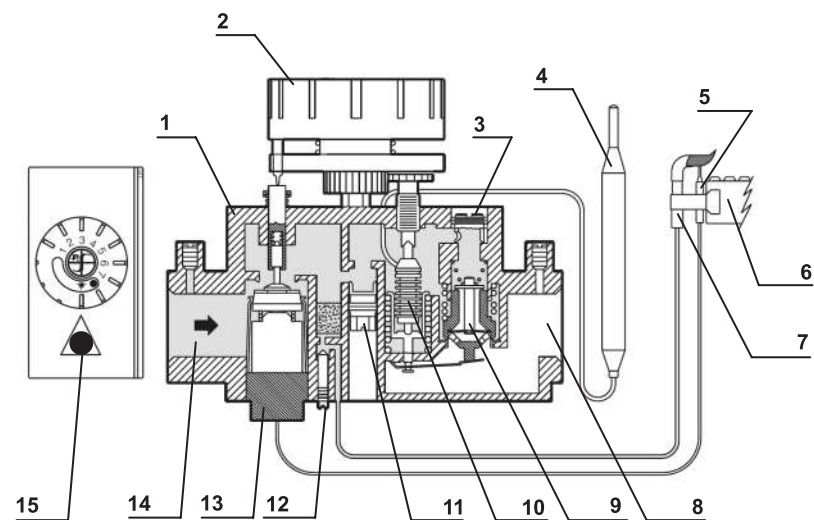

Рис. 3. Схема автоматики принципиальная
- 5.4. Управление газогорелочным устройством осуществляется термозлектрической автоматикой регулирования и безопасности EUROSIT (Италия), схема которой приведена на рис. 3. Автоматика имеет стабилизатор давления газа перед основной горелкой, режим «малое пламя» и пьезорозжиг. Она состоит из электромагнитного клапана, работающего за счет ЭДС термопары, и терморегулирующего клапана, управляемого манометрическим сильфоном, соединенным капиллярной трубкой с чувствительным термобалоном, устанавливаемым в зоне наивысших температур теплоносителя и датчика тяги, устанавливаемом в зоне дымохода.
- 7.1. Проверьте, чтобы газовый кран перед котлом был в положении «закрыто». Ручка управления 2 была установлена до упора поворотом по часовой стрелке в позицию «выключено» (●). (рис.3.)